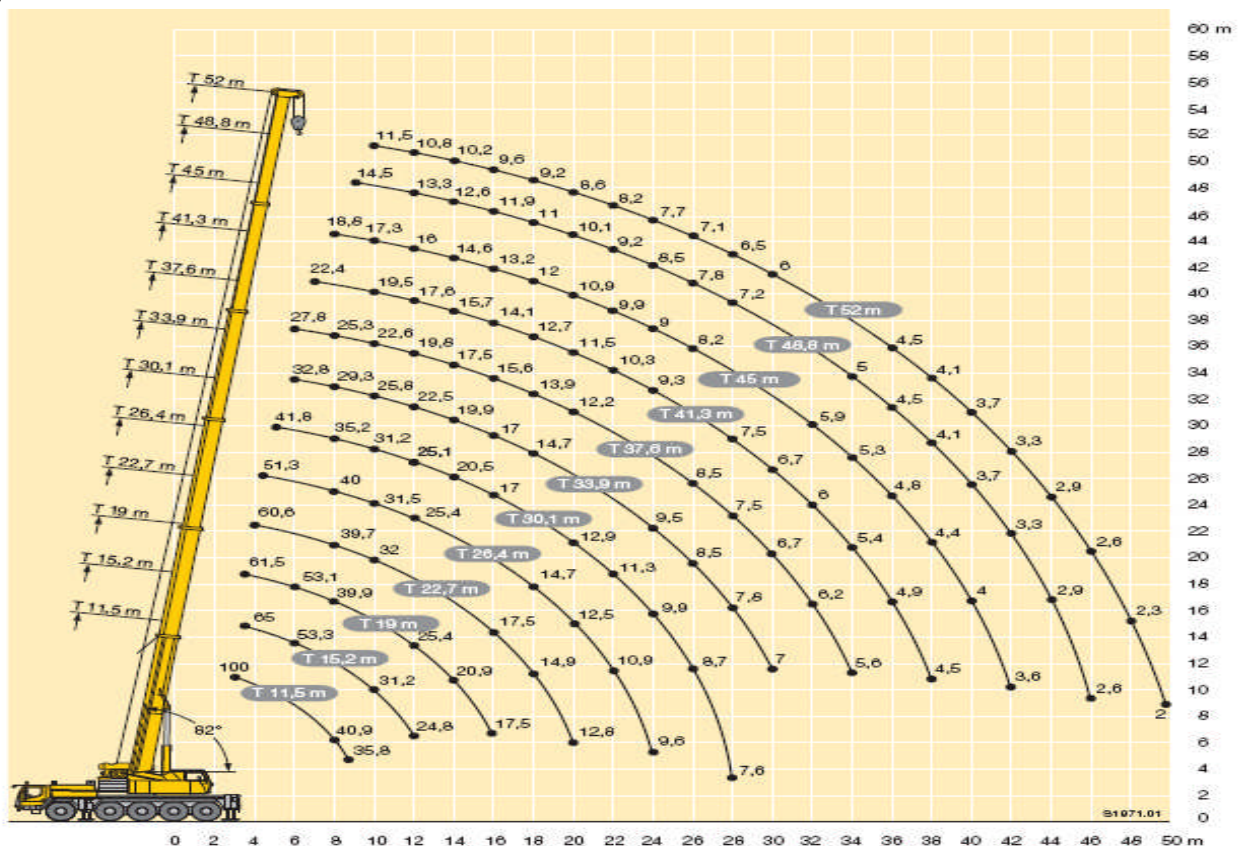

Figura 4
21. Para el diagrama de alcances indicado abajo (ver figura 4), correspondiente a una grúa móvil sobre ruedas y pluma telescópica, ¿cuál es la altura mayor de entre las siguientes, a la que se pueden elevar 19 toneladas (peso de la carga más el peso del gancho y los útiles de eslingado necesarios)?:
22. Para el mismo diagrama de alcances anterior (figura 4), ¿Podría llevar esa grúa una carga de 2 toneladas (peso de la carga más el peso del gancho y los útiles de eslingado necesarios) desde una distancia de 15 metros hasta una distancia de 48 metros?: